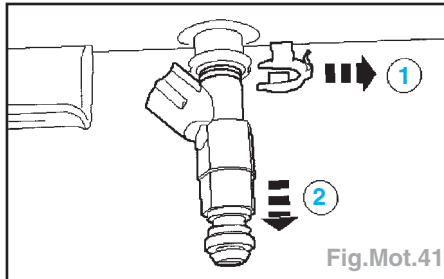

Fig.Mot.41
- Déposer les injecteurs (Fig.Mot.41) :